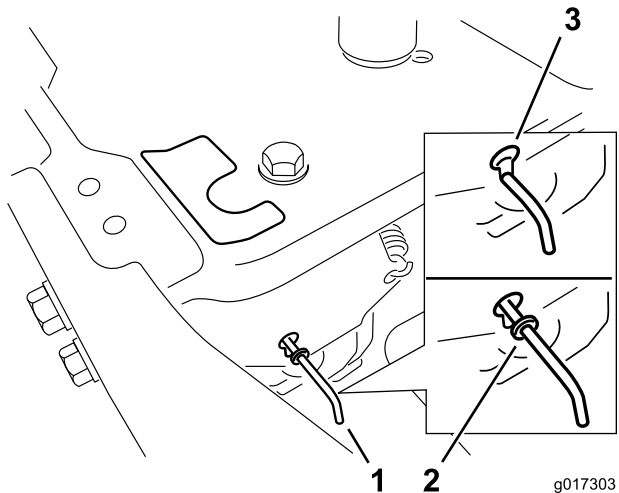

Figura 21
- Mova as alavancas de derivação para frente através do orifício da chave e para baixo para as bloquear no lugar (Figura 21).
Mova as alavancas de derivação para trás através do orifício da chave e para baixo para as bloquear no lugar, como se mostra na Figura 21.